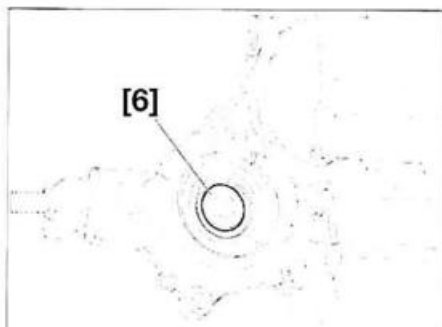

FIG. 18
- Colocar el útil [6] (punta de apoyo ref. 9501-T.C2) (fig. 18).